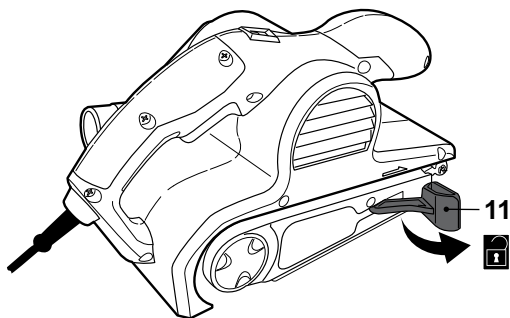

Fig. 1
- > Tirez sur le levier de verrouillage [11] (Fig. 1).